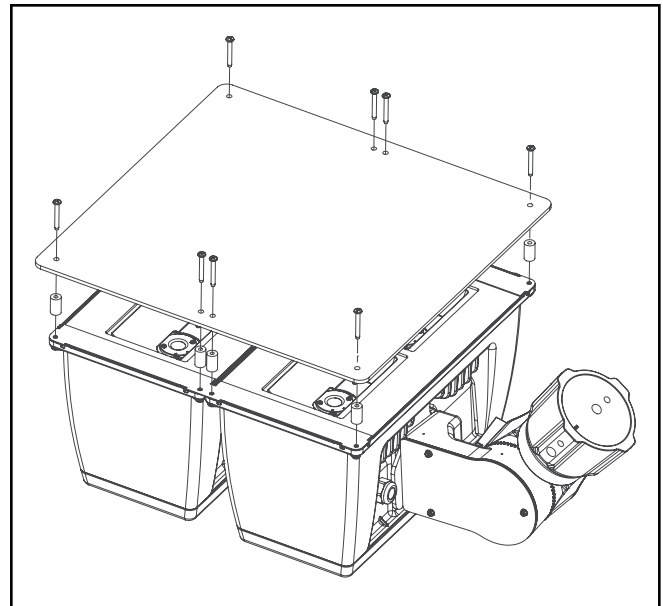

Figura 6.
Pantalla antivandalismo (Figura 6.)
1. Afloje y retire los tornillos de cabeza Phillips 10-24 (8) de la parte frontal de la luminaria.
2. Alinee los (8) separadores largos de 7/8" con los orificios existentes.
3. Use los (8) tornillos 10-24 x 1-1/2" para asegurar la pantalla antivandalismo en la parte superior de la luminaria. (Figura 6.)